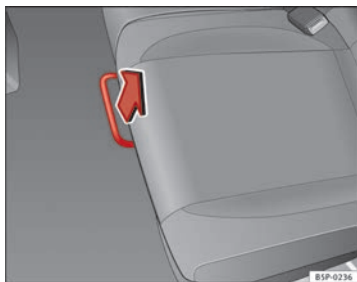

Abb. 98 Entriegelungsstange für den Rücksitz
- Entriegeln Sie den Hebel in sitzender Position in Richtung des Pfeils → Abb. 98.